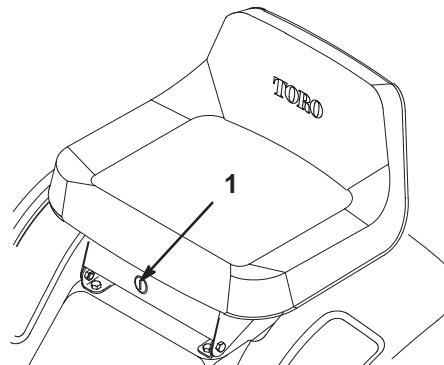

Bild 11
Wenn Sie im Rückwärtsgang den Zapfwellenantrieb benötigen, können Sie diesen Sicherheitsschalter mit Hilfe des KeyChoice-Schlüsselschalters beim Sitzbügel deaktivieren (Bild 11).
2. Stecken Sie den KeyChoice-Schlüssel in sein Schloss (Bild 11).